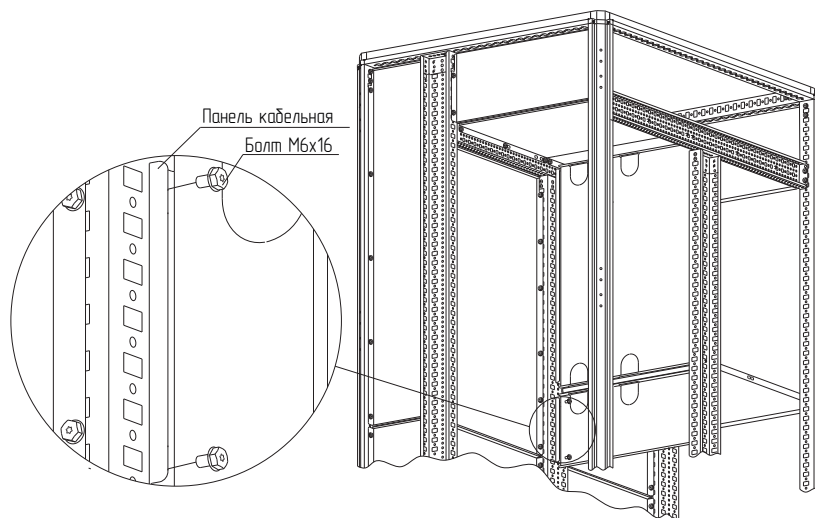

Рисунок 62
– вариант 2. Установить панель кабельную на нужной высоте (рисунок 62) и закрепить на стойках каркаса болтами М6×16. Момент затяжки – 7 Н·м. Метизы в комплект поставки не входят.